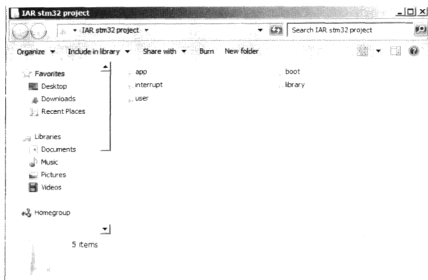

图 6.1.1 建立 IAR stm32 project 目录
① 新建一个文件夹,命名为 IAR stm32 project,并在此文件夹内建立 5 个文件夹,分别命名为 boot、library、user、app、interrupt,如图 6.1.1 所示。
② 解压 stm32f10x\_fw\_archive.rar 后,得到的文件夹里按照路径“\stm32f10x\_fw\_archive\Archive”,找到 um0427.rar 并将其解压得到 um0427 文件夹。